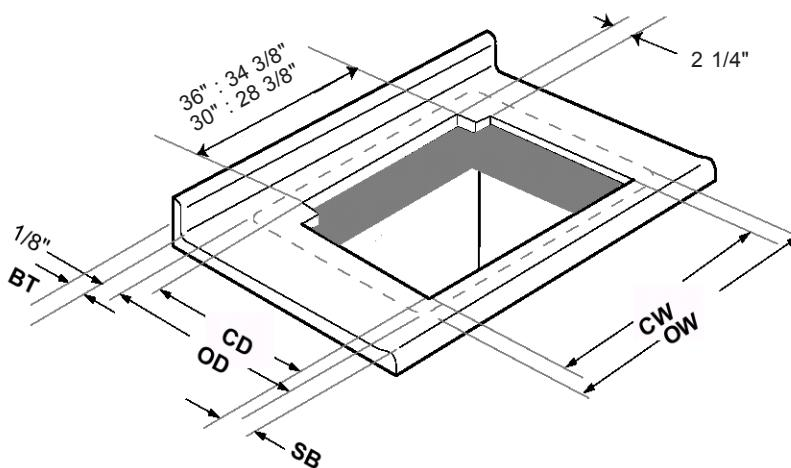

Figura 7
Para una instalación con parrilla Bosch, consultar la Parte A y la Figura 7 (Página 7). Para una instalación con parrilla de otra marca, consultar la Parte B (Página 8).
A. Para la instalación con parrilla Bosch (Figura 7 y Tabla 2).